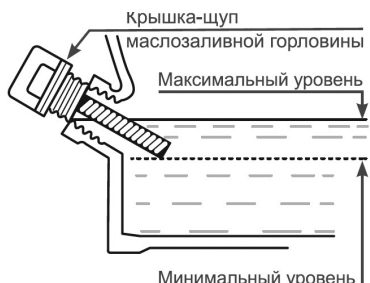

Рис. 13. Уровень масла в картере двигателя
4. Установите крышку-щуп в отверстие горловины, не закручивая (Рис. 13).
Максимальный уровень масла в картере соответствует нижней кромке заливного отверстия (Рис. 13).
При недостаточном уровне масла в картере необходимо долить чистое масло до верхней отметки на щупе, что соответствует нижней кромке заливного отверстия (Рис. 13).